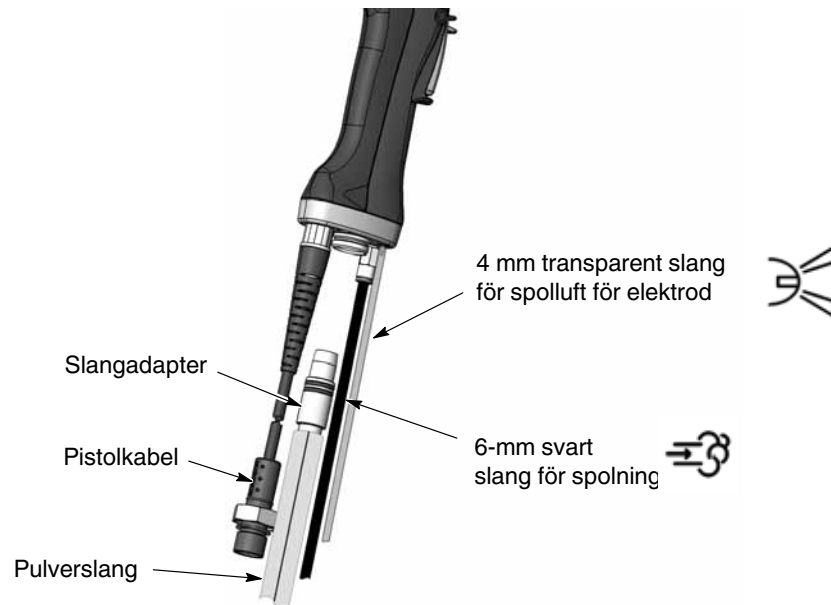

Bild 3-12 Pistolanslutningar
1. Se bild 3-12. Anslut den svarta 6-mm luftslangen till snabbkopplingsdonet i pistolhandtaget.